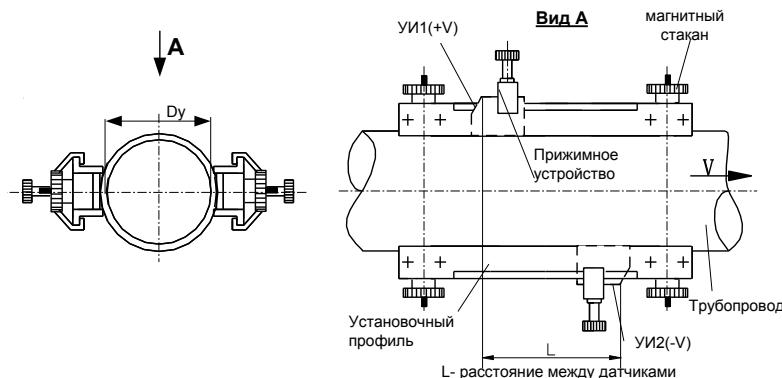

Рис. 4. Установка датчиков на трубопроводы $D_y < 500$ мм
8.1.3¹. Установка ПП-1 по варианту “Z” (рис. 4, 5, 6)